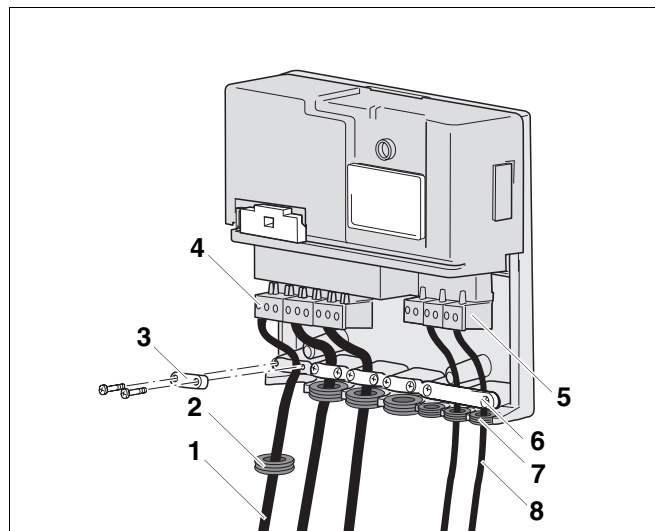

Abb. 5 Elektrischen Anschluss herstellen
- Die Gummitülle (Abb. 5, **Pos. 2**) über die Netzanschlussleitung führen.
- Netzanschlussleitung (Abb. 5, **Pos. 1**) an die Klemme (Abb. 5, **Pos. 4**) für den Netzanschluss anschrauben und an die vorgesehene Stelle (siehe Schaltplan) des Moduls stecken.
- Zugentlastungen (Abb. 5, **Pos. 3**) mit den beiliegenden Schellen fachgerecht verschrauben.
- Die Gummitülle (Abb. 5, **Pos. 7**) über die Busleitung (Abb. 5, **Pos. 8**) führen.
- Busleitung (Abb. 5, **Pos. 8**) an die Klemme (Abb. 5, **Pos. 5**) für die Busleitung anschrauben und an die vorgesehene Stelle (siehe Schaltplan) des Moduls stecken.
- Zugentlastungen (Abb. 5, **Pos. 6**) mit den beiliegenden Schellen fachgerecht verschrauben.
- Busleitung (Abb. 5, **Pos. 8**) mit dem beiliegenden Anschlussstecker verschrauben.